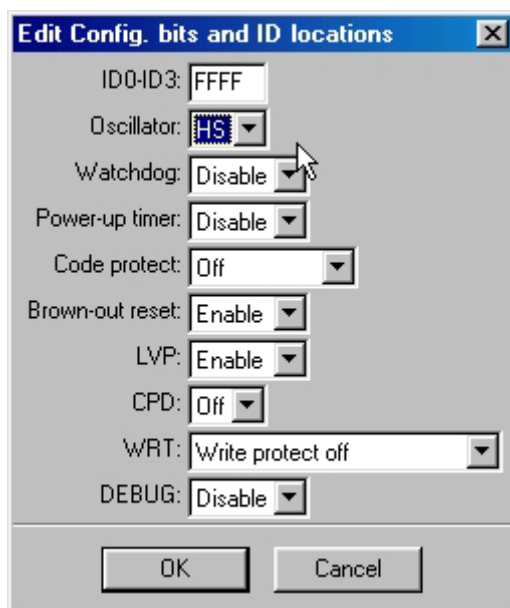

FIGURA 14: CONFIGURAZIONE DEL DISPOSITIVO CON PG4U
G) Per accedere alla finestra di configurazione della CPU (figura 14) premere il tasto ALT e contemporaneamente la lettera "s".